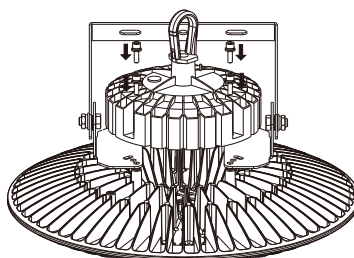

Fig. 5
2. Ajoutez le support en U au boîtier et alignez les trous de montage du pilote avec les trous du support. Les trous de montage pour le pilote, le support et le boîtier doivent s'aligner. (Figure 5).